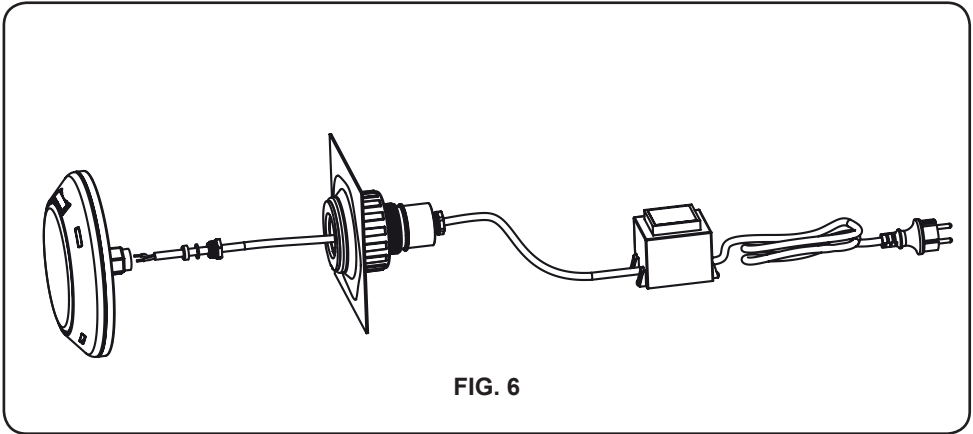

FIG. 6
- 3- O projetor é fornecido com o cabo desligado, sendo necessário ligar o cabo procedente do secundário do transformador diretamente ao projetor, passando pela parte traseira da boquilha previamente instalada. É muito importante garantir uma estanquidade adequada no projetor, utilizando o buçim do mesmo, e também na saída do cabo pela parte posterior da boquilha, com o adaptador com buçim, ou então fazendo sifão (Fig. 6).